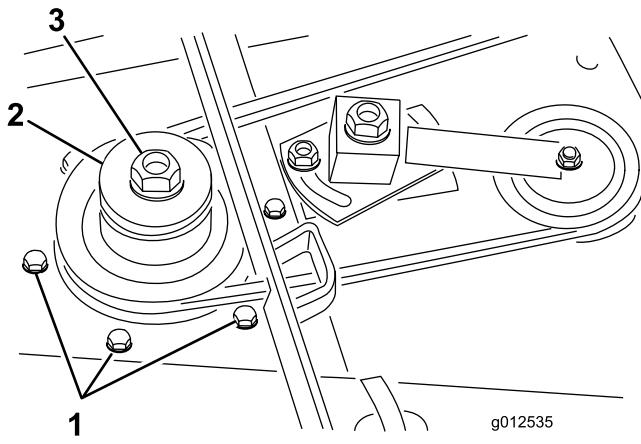

図5
4. スピンドルハウジングアセンブリを刈り込みデッキに固定しているキャリッジボルトフランジナット各6を外す図 5。刈り込みデッキの下からスピンドルハウジング・アセンブリを引き出す。